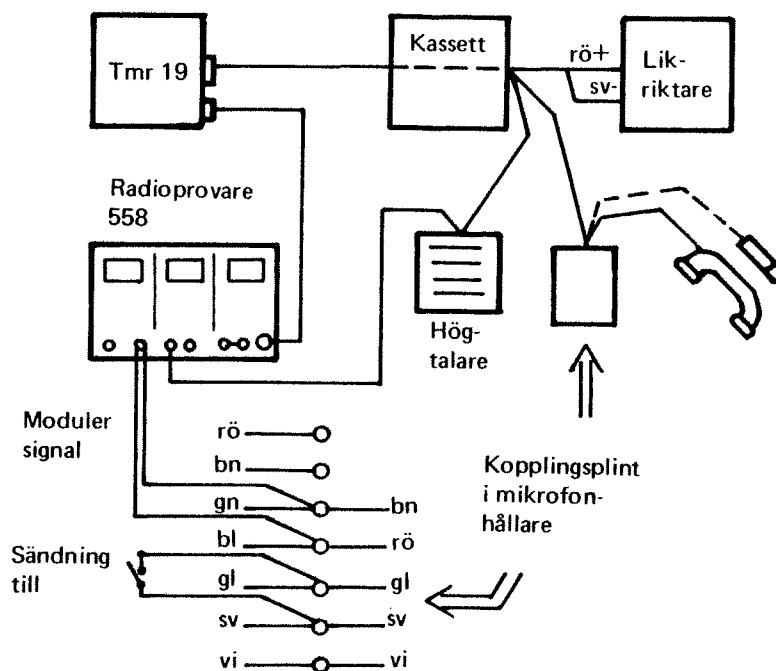

Bild 2
##### 4.3.1 Koppla upp enligt bild 2.
- 4.4.1 Koppla upp för mätning enligt bild 2.